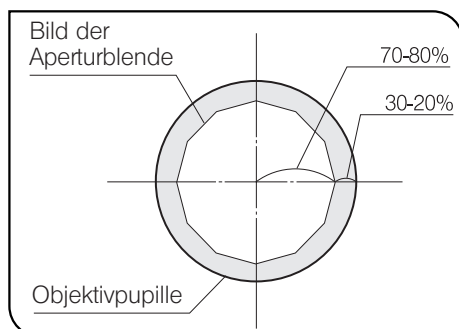

Abb. 14
2 Aperturblende (Abb. 14 & 15)
- Die Aperturblende legt die numerische Apertur (NA) des Beleuchtungssystems fest. Die Abstimmung der numerischen Apertur ① des Beleuchtungssystems mit der N. A. des Objektivs bewirkt höhere Bildauflösung, stärkeren Kontrast und bessere Schärfentiefe.
- Da der Kontrast mikroskopischer Objekte für gewöhnlich gering ist, wird üblicherweise die Einstellung der Kondensator-Aperturblende auf 70% bis 80% der numerischen Apertur des verwendeten Objektivs empfohlen. Gegebenenfalls das Verhältnis korrigieren, indem das Okular entfernt und der Aperturblendenhebel ② mit Blick durch den Okularstutzen verstellt wird, bis das in Abb. 14 dargestellte Bild zu sehen ist.